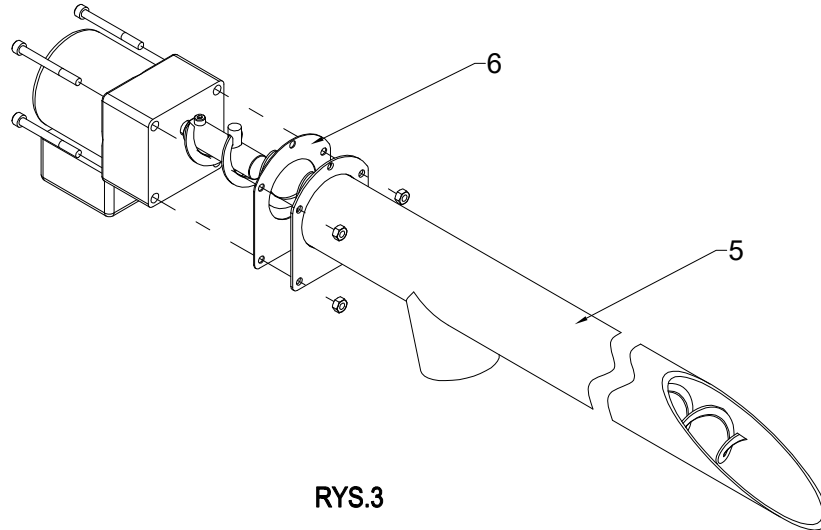

RYS.1
1. PRZEŁOŻYĆ ŚLIMAK (4) PRZEZ OTWÓR W TRZPIENIU (3) JAK POKAZUJE RYS.1 I RYS.2